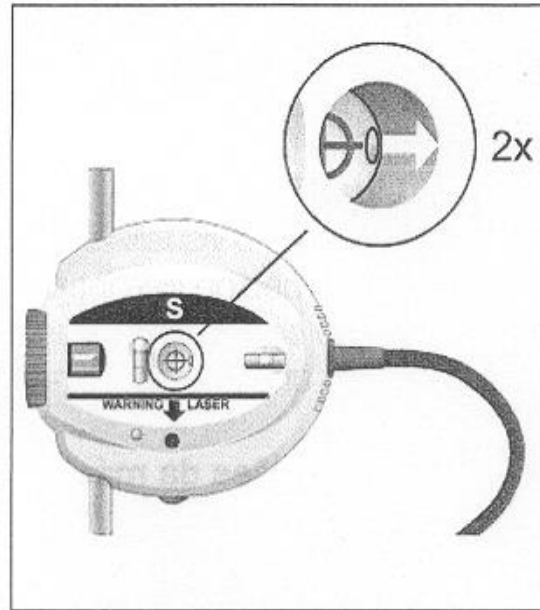

Fig. 13 Fechar os alvos
b) Feche os alvos que se encontram à frente dos detectores de posicionamento (fig. 13)